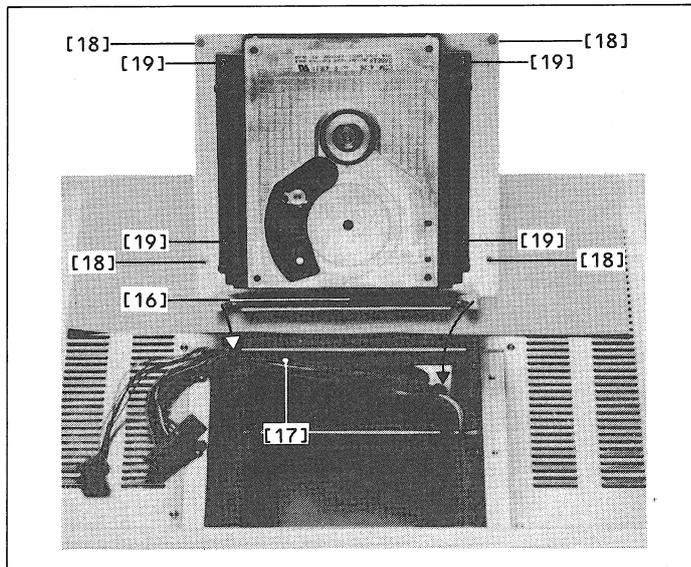

Fig. 2.6
-> fig. 2.6
- Libérer les câbles [17] (Fig. 2.6).